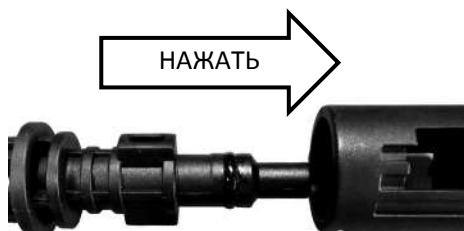

Рис. 5 Подсоединение струйной трубки к пистолету НР6140
**НР6140** — соедините выступы на трубке с пазами в пистолете, нажмите на трубку и поверните ее по часовой стрелке до плотной фиксации трубки в пистолете (Рис. 5).